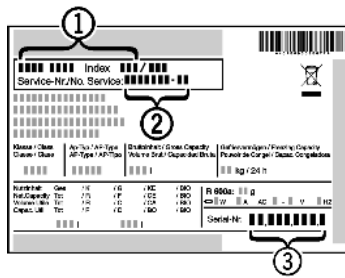

Fig. 6
- ▶ Relever la désignation de l'appareil *Fig. 6 (1)*, le n° de service *Fig. 6 (2)* et le n° de série *Fig. 6 (3)* sur la plaquette signalétique. Cette plaquette se trouve sur la paroi intérieure gauche de l'appareil.
- ▶ Informer le S.A.V. et lui communiquer la panne, la désignation de l'appareil *Fig. 6 (1)*, le n° de service *Fig. 6 (2)* et le n° de série *Fig. 6 (3)*.